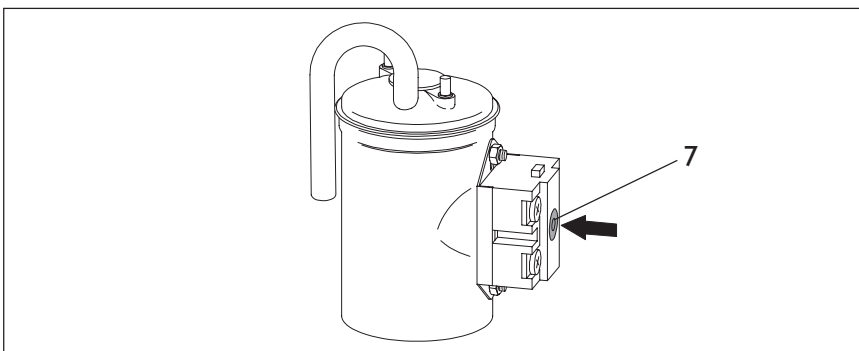

Рис. 21
- **Включение предохранительного ограничителя температуры** (рис. 21 )